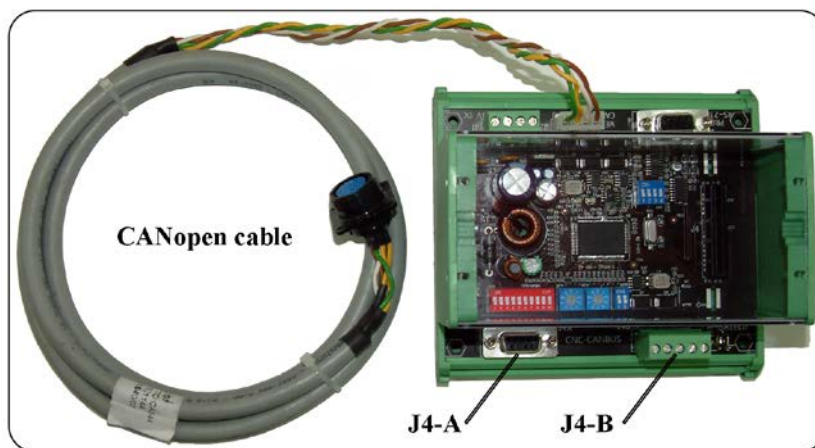

fig. 3
3.1 Composizione art. 107.00 (fig. 3).